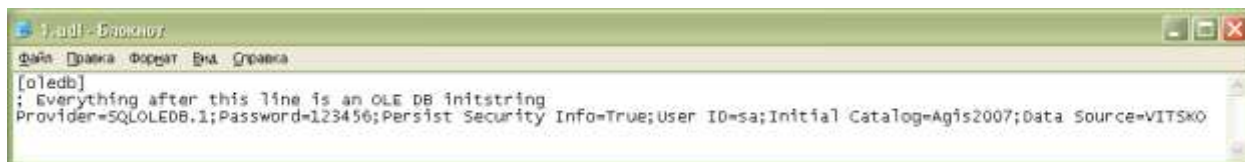

Рисунок 4 - Просмотр журнала соединений с конкретной базой данных СУБД
- открыть файл *.udf блокнотом — имеем строку соединения (см. Рисунок 4).